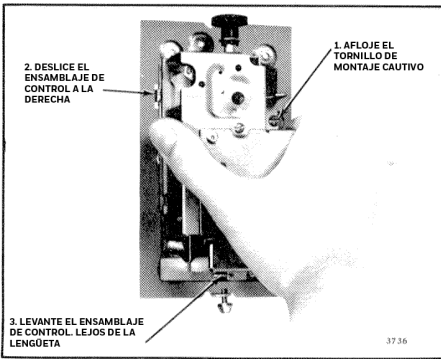

Fig. 2. Montaje del control en la placa posterior.
2. Retire la placa de montaje del ensamblaje de control como se muestra en la Fig. 2.
2. Fije el H600A a la placa de montaje colocándolo debajo de las lengüetas (Fig. 2) y ajustando el tornillo de montaje cautivo.